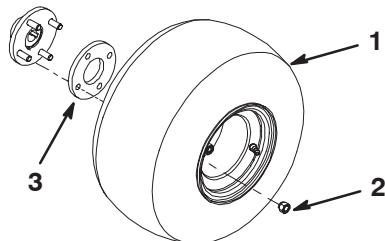

Bild 2
- Montieren Sie ein Rad mit 4 Radmuttern an jeder Nabe (Bild 2). Ziehen Sie die Muttern mit 61 bis 75 Nm an.